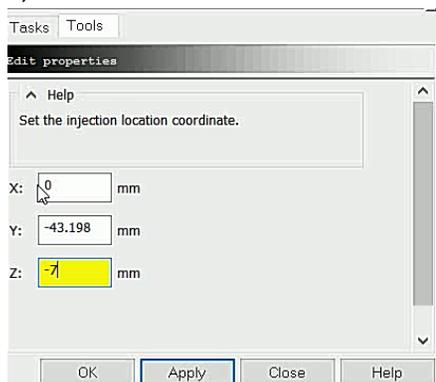

Figura 6.59 Coordenadas segundo punto de inyección.
- Se realiza lo mismo en el punto de inyección de la otra pieza con las coordenadas (Figura 6.59) :